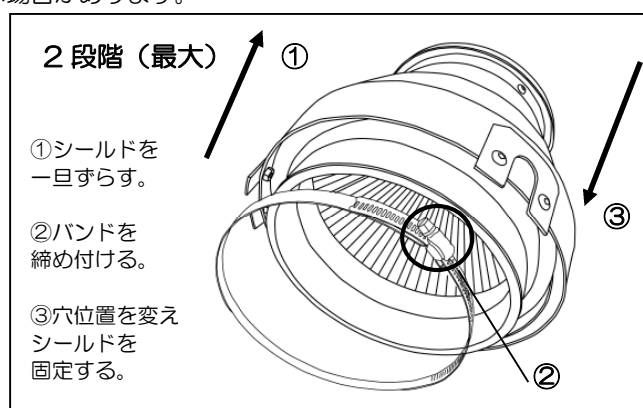

図 2
- 3つのロックプレートそれぞれに2ヵ所ずつあるM5六角頭ビスを、付属の六角レンチを使用して外します。6ヵ所全て外した状態でシールドの位置を、もう一つの穴位置に来るように高さを合わせます。（図2）